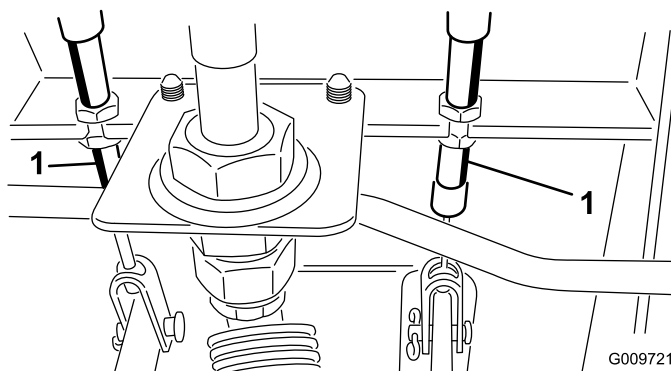

Figure 52
A. Desserrez l'écrou avant sur l'extrémité filetée du câble de frein (Figure 52).